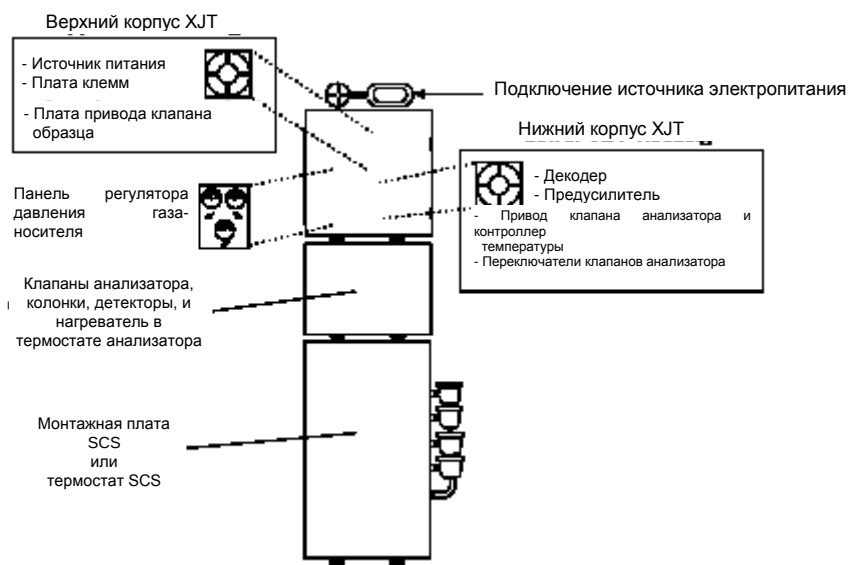

Рисунок 3-14. Расположение корпусов XJT анализатора
- (1) Удостоверьтесь в том, что линии газа-носителя полностью продуты, так, как это описано в предшествующем Разделе.
- (2) Закройте вентиль на баллоне с калибровочным газом.
- (3) Полностью откройте запорный клапан, связанный с подачей калибровочного газа (запорный клапан расположен на плате SCS анализатора).
- (4) Полностью откройте дозирующий клапан (на панели управления потоками, под ротаметром).
- (5) Откройте верхний корпус ХЖТ анализатора (смотрите Рисунок 3-14), чтобы получить доступ к плате привода клапанов (смотрите Рисунок 3-15).
- (6) На плате привода клапанов, верхний корпус ХЖТ анализатора, установите переключатель потока "S2" в положение MAN (Ручное управление) (если Поток 2 используется для калибровочного газа).
- (7) Откройте вентиль на баллоне с калибровочным газом.
- (8) Используя регулятор на баллоне с калибровочным газом, повысьте выходное давление до 20 psig, $\pm 5\%$.
- (9) Закройте вентиль на баллоне с калибровочным газом.
- (10) Позвольте показаниям обоих манометров на вентиле баллона с калибровочным газом медленно опуститься до 0 (нуля).
- (11) Повторите шаги с (7) по (10) пять раз.
- (12) Откройте вентиль баллона с калибровочным газом.
- (13) Отрегулируйте поток через ротаметр до уровня, приблизительно равного 50 кубических сантиметров в минуту ($\text{см}^3/\text{минуту}$), путем регулировки дозирующего клапана на панели